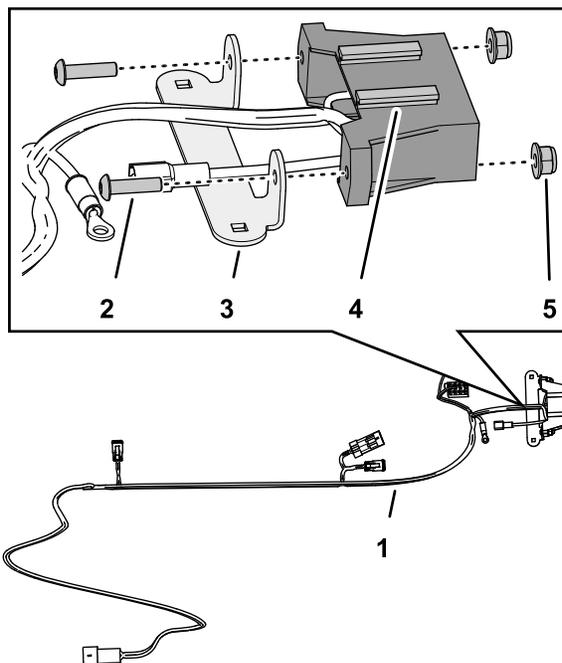

Figura 5
- Alinhe a montagem do bloco de fusíveis nos furos do bloco de fusíveis da cablagem como se mostra em Figura 5.
- Monte a montagem do bloco de fusíveis no bloco de fusíveis (Figura 5) com os dois parafusos de cabeça sextavada interior (n.º 10 x ¾ pol.) e duas porcas de bloqueio flangeadas (n.º 10).